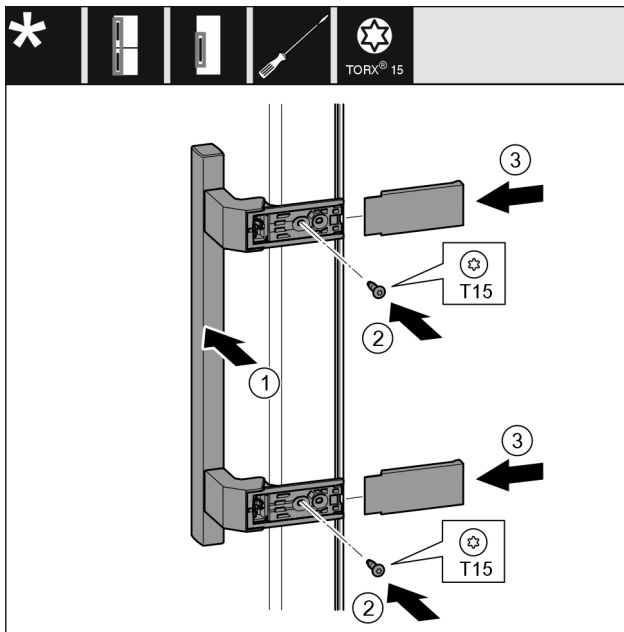

Fig. 20
- ▶ Coloque el tirador Fig. 20 (1) en el lado opuesto.
- ▶ Apriete los tornillos Fig. 20 (2) con el destornillador.
- ▶ Coloque las cubiertas Fig. 20 (3) lateralmente y empújelas.